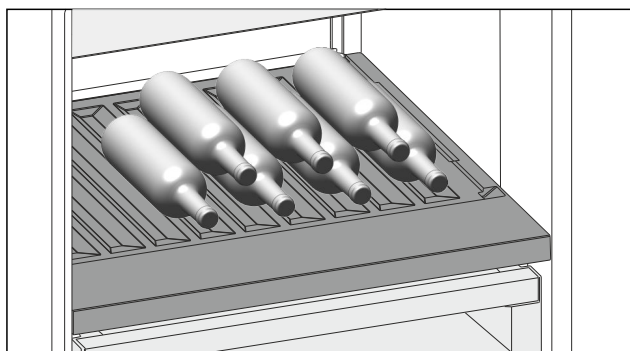

Fig. 195 Ilustrační zobrazení
- Láhve ukládejte dnem dozadu k zadní stěně. (viz Fig. 195)